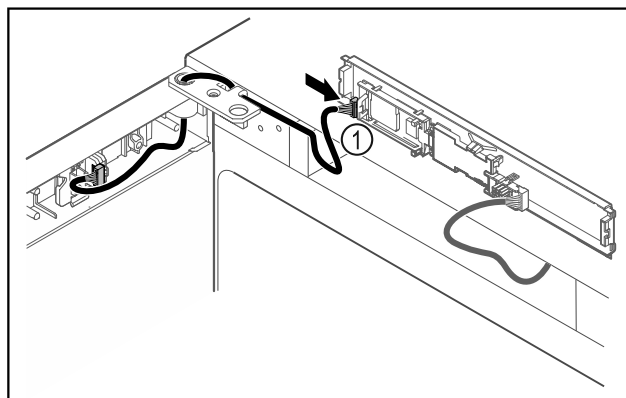

Fig. 42
- ▶ Wtyczkę Fig. 42 (1) należy podłączyć do płytki drukowanej.